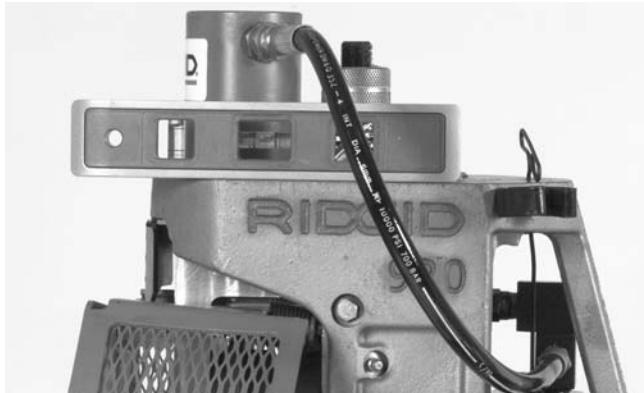

Figura 7 – Nivelación de la Ranuradora
8. Revise que la Ranuradora esté nivelada y la unidad, estable (*Figura 7*).